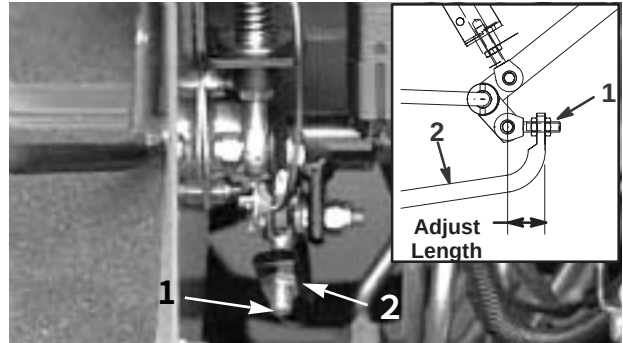

図 49
4. 前への動きを止めたい場合は、ポンプ・ロッドの調整ナットを回してポンプ・コントロール・チューブ (図49) を前へ動かす。後への動きを止めたい場合は、後へ動かす。